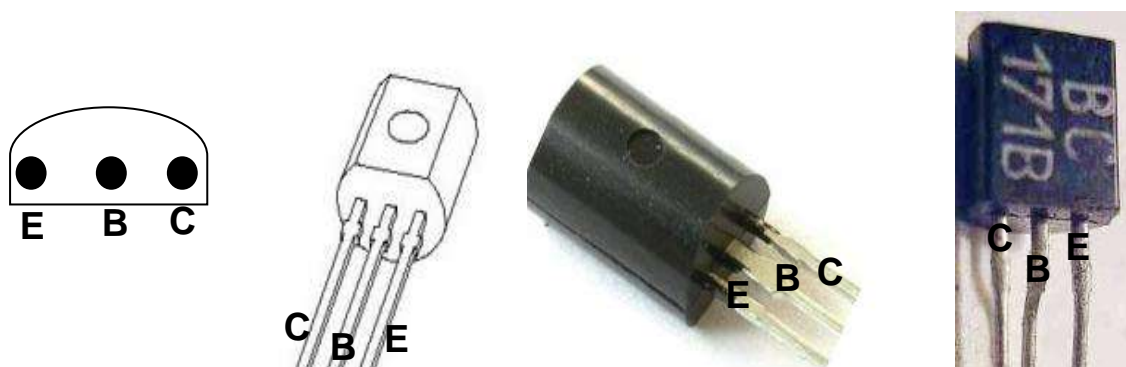

Figura 5.7 Dispunerea terminalelor la tranzistoarele în capsulă din plastic
- **tranzistoare de uz general în capsulă din material plastic** – la tranzistoarele din această categorie terminalele sunt dispuse liniar cu baza în mijloc. La majoritatea, terminalele sunt dispuse ca în **figura 5.7**, dar sunt și familii de tranzistoare din această categorie la care Emitterul și Colectorul sunt dispuse invers față de cum sunt prezentate în **figura 5.7**.